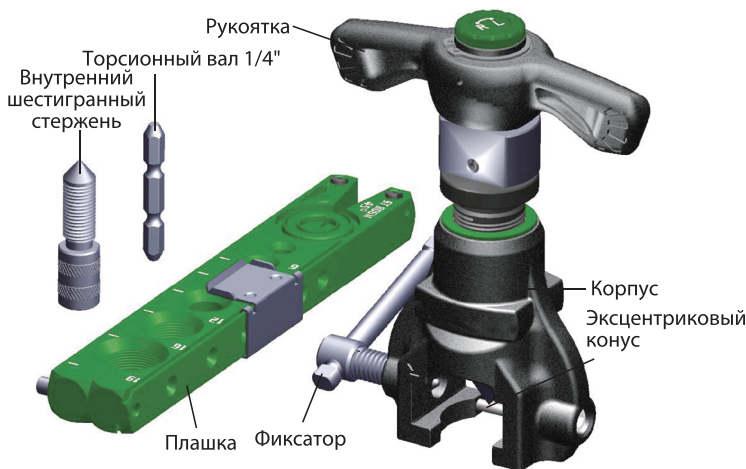

Рис. 1
1. Подготовьте Развальцовку к проведению работ. Выберите необходимое направление вращения рукоятки с помощью ручки переключения храпового механизма (при его наличии). Проверьте что при вращении рукоятки перемещается конус (рис.1).